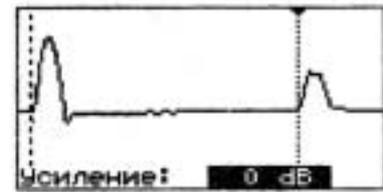

Рисунок 18
6.3.12 Изменение усиления производится после выбора пункта "Усиление" в основном меню. Проверьте возможность изменения усиления до 60 дБ с шагом 6 дБ (рисунок 18).